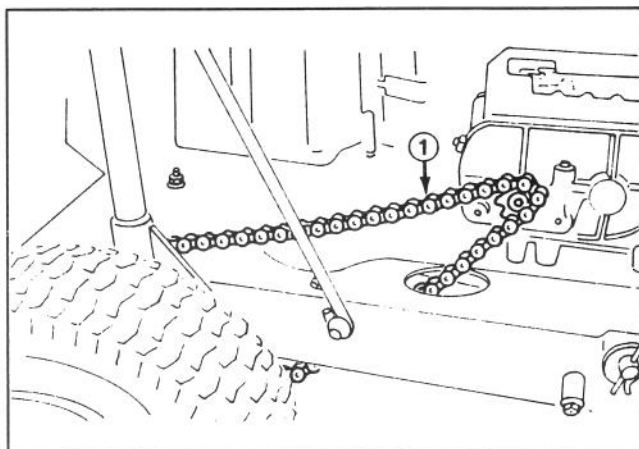
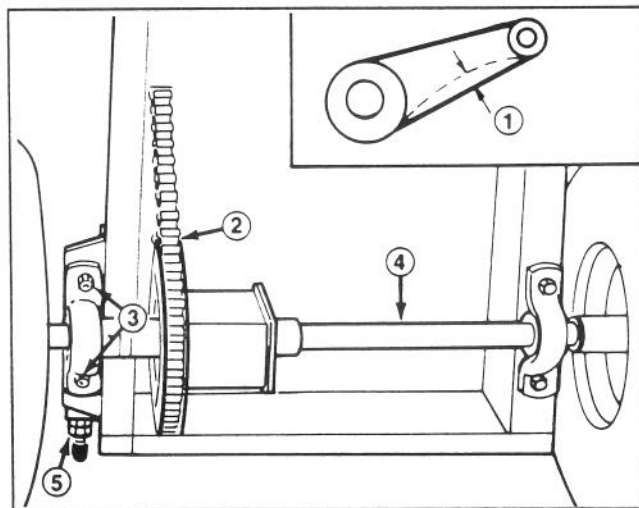

Abbildung 22
Abbildung 23
2. Das Durchbiegen der Kette durch Anheben und nach unten Drücken der Kette mit mittelmäßigem Druck halbwegs über dem Kettenlauf prüfen (Abb. 22). Die gesamte Durchbiegung sollte sich auf 3 mm beschränken (Abb. 23). Wenn die Durchbiegung außerhalb dieser Angaben fällt, wird eine Einstellung erforderlich – Schritte 2–13.
7. Die die Kissenblöcke und die Differentialwelle am Rahmen des Aufsitzmähers absichernden vier Bundmuttern lockern (Abb. 23).
8. Die hintere Klemmutter am Kettenspanner lockern (Abb. 23).
11. Da die Differentialwelle mit der Rückseite des Chassis parallel sein muß, den Abstand zwischen der Mitte der Kissenblöcke und der Rückseite des Chassis messen (Abb. 23). Der Unterschied zwischen diesen zwei Abmessungen darf nicht größer als 3 mm sein. Sollte er doch größer ausfallen, ist die Differentialwelle nicht parallel mit dem Chassis; der Abstand muß deshalb korrigiert werden.